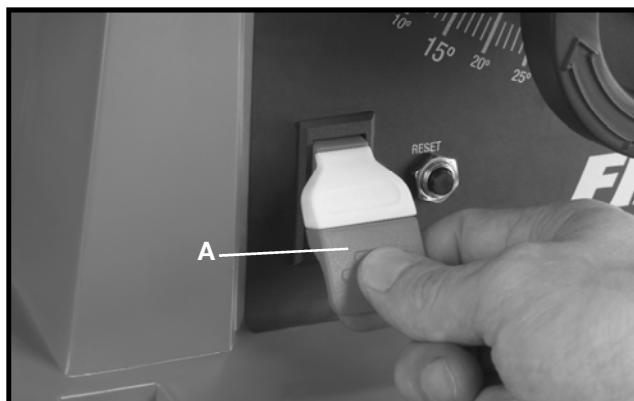

Fig. 34
El interruptor de encendido/apagado (A), Fig. 34, está ubicado en la parte delantera del gabinete de la sierra. Para “**ENCENDER**” la sierra, mueva el interruptor (A) hacia arriba hasta la posición de “**ENCENDIDO**” (ON). Para “**APAGAR**” la sierra, mueva el interruptor (A) hacia abajo hasta la posición de “**APAGADO**” (OFF).